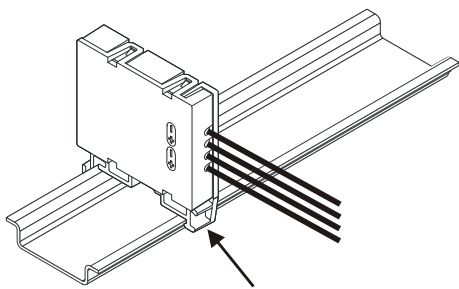

Fig. 1
- on a top hat rail (Fig. 1)
- Press separator with the clip against the top hat rail until it engages firmly (Fig. 1).
- auf einer Hutschiene (Fig. 1)
- Drücken Sie den Linientrenner mit dem Klipp gegen die Hutschiene, bis er einrastet (Fig. 1).
- sur un profilé (Fig. 1)
1. Pressez l'isolateur de ligne contre le profilé à l'aide du clip jusqu'à ce qu'il s'enclenche (Fig. 1).